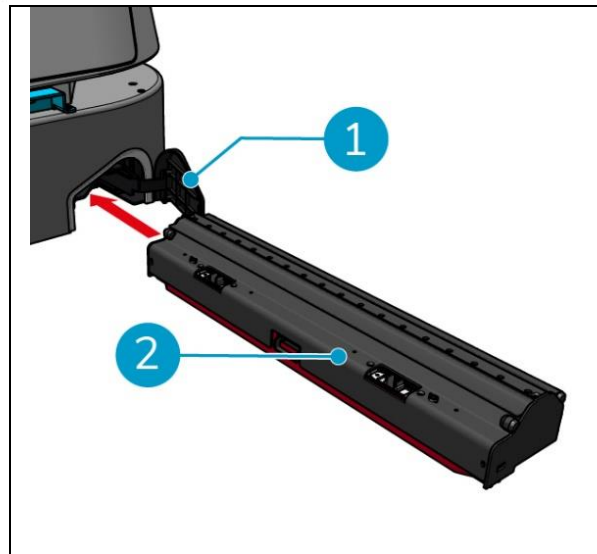

Abbildung 34
9. Setzen Sie die Walzenbürste und den Rakelhalter wieder ein (Abbildung 34, Pos. 2) in das Fach an der oberen Seitenschiene.
10. Schließen Sie den Deckel des Walzenbürsten- und Rakelhalterfachs (Abbildung 34, Pos. 1).